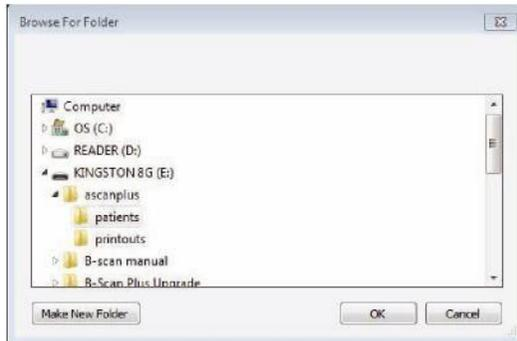

Figura 5-6 Sfogliare per cartella (*Browse For Folder*)
2. Accutome A-Scan Plus Connect lancerà un browser di Windows, come mostrato nella Figura 5-6 in basso. Utilizzando il browser individuare la cartella per la memorizzazione dei dati degli esami.